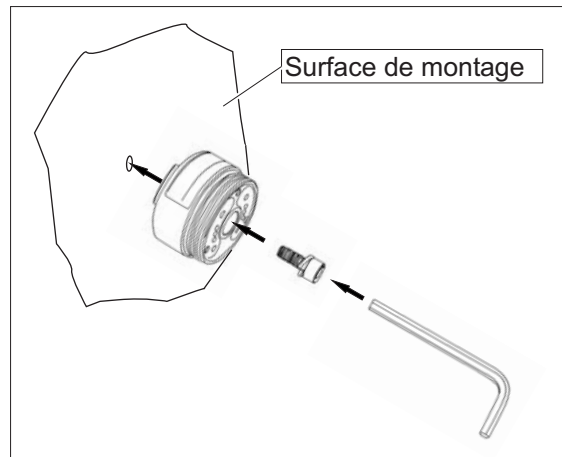

Fig. 11 : Fixation sur le lieu de montage
2. Fixez le contrôleur au moyen d'un boulon cylindrique et d'une rondelle-ressort **de manière adhérente** sur la surface de montage (fig. 11).